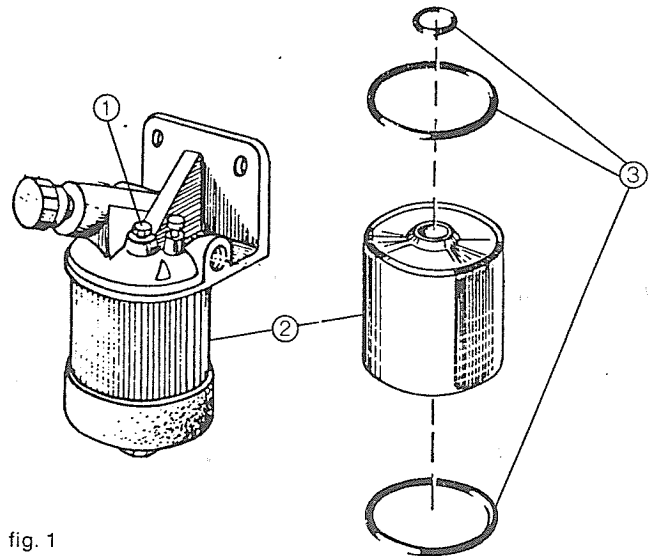

fig. 1
WECHSEL DES KRAFTSTOFFFILTERS - Fig. 1
- VIDANGE DU CIRCUIT DE REFROIDISSEMENT - Fig. 1 et 2**
- Déposer la vis (1) et ouvrir le robinet de purge (2)
- Dès que l'eau ne s'écoule plus, repositionner la vis (1) et fermer le robinet (2).
- REPLACEMENT DES ANODES EN ZINC - Fig. 1 et 2**
- Déposer les anodes en zinc (3) et (4) et les remplacer si la consommation dépasse le 50%.